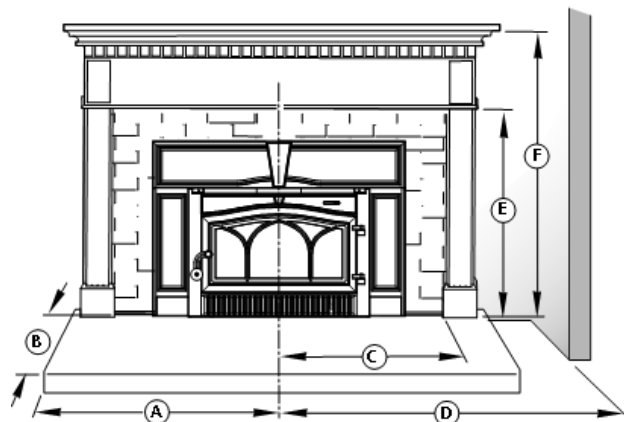

Figure 5. Schéma des dégagements des matériaux combustibles
- B) **Côtés :** Le revêtement protecteur doit s'étendre sur au moins 438 mm (17 1/4 po) des deux côtés de la ligne de centre du poêle encastrable. Voir la figure 5.
- Le dégagement (espace libre) doit être maintenu entre le poêle encastrable et les matériaux combustibles situés au-dessus et sur les côtés. Voir les figures 5 et 6 pour les dégagements minimaux.